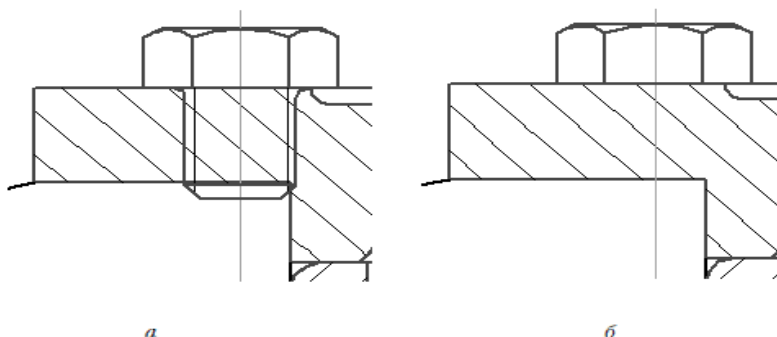

Рис. 2.106. Формирование изображения фиксирующего винта: вставка винта из конструкторской библиотеки (а), удаление лишних линий (б)
3. Снова откройте конструкторскую библиотеку и перейдите в раздел БОЛТЫ > БОЛТЫ НОРМАЛЬНЫЕ, в котором дважды щелкните на строке Болт ГОСТ 7798—70. Установите диаметр винта – 12 мм, длину – 14 мм (наименьшую возможную, так как нарезную часть болта все равно придется удалять с чертежа), установите переключатель в положение Вид и флажок Ось рисовать. Вставьте изображение болта в чертеж, зафиксировав его в точке пересечения одной из вспомогательных прямых (например, для ведущего вала) и линии наружной поверхности крышки подшипника (рис. 2.106, а). Используя инструмент Усечь кривую панели Редактирование, удалите по очереди ненужные линии с изображения винта, оставив только шапочку (рис. 2.106, б). Напомню, что для удаления кривой при помощи команды Усечь кривую необходимо подвести указатель к кривой и, когда она подсветится красным цветом, щелкнуть на ней кнопкой мыши.